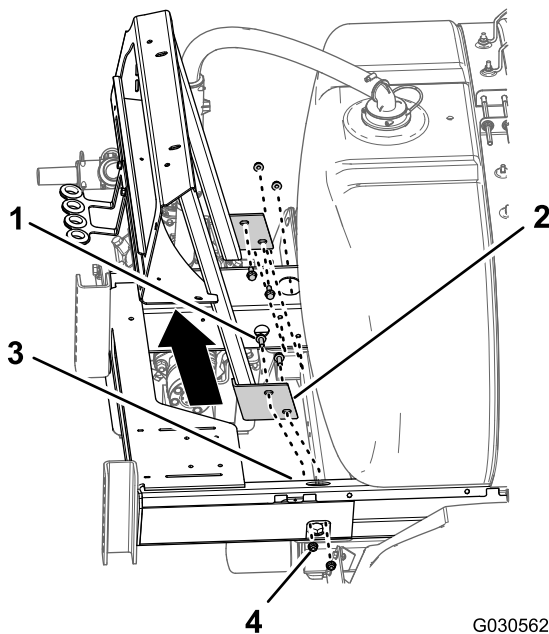

Bild 99
3. Entfernen Sie die vier Bundkopfschrauben (3/8" x 1") und vier Sicherungsbundmutter (3/8"), mit denen der Flansch der Verteilerbefestigung am Rahmen des Sprühfahrzeugchassis befestigt ist, und nehmen Sie die Verteilerbefestigung von der Maschine ab (Bild 99).